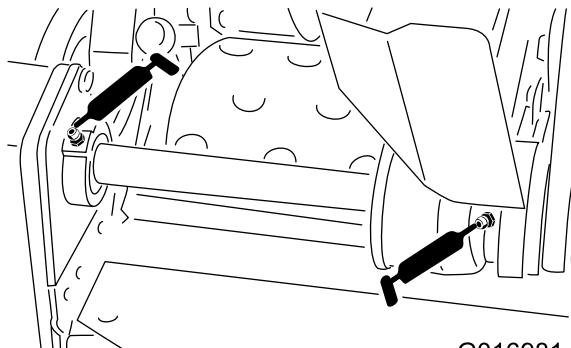

Рисунок 26
- Две на подшипниках промежуточного вала барабана Рисунок 26)